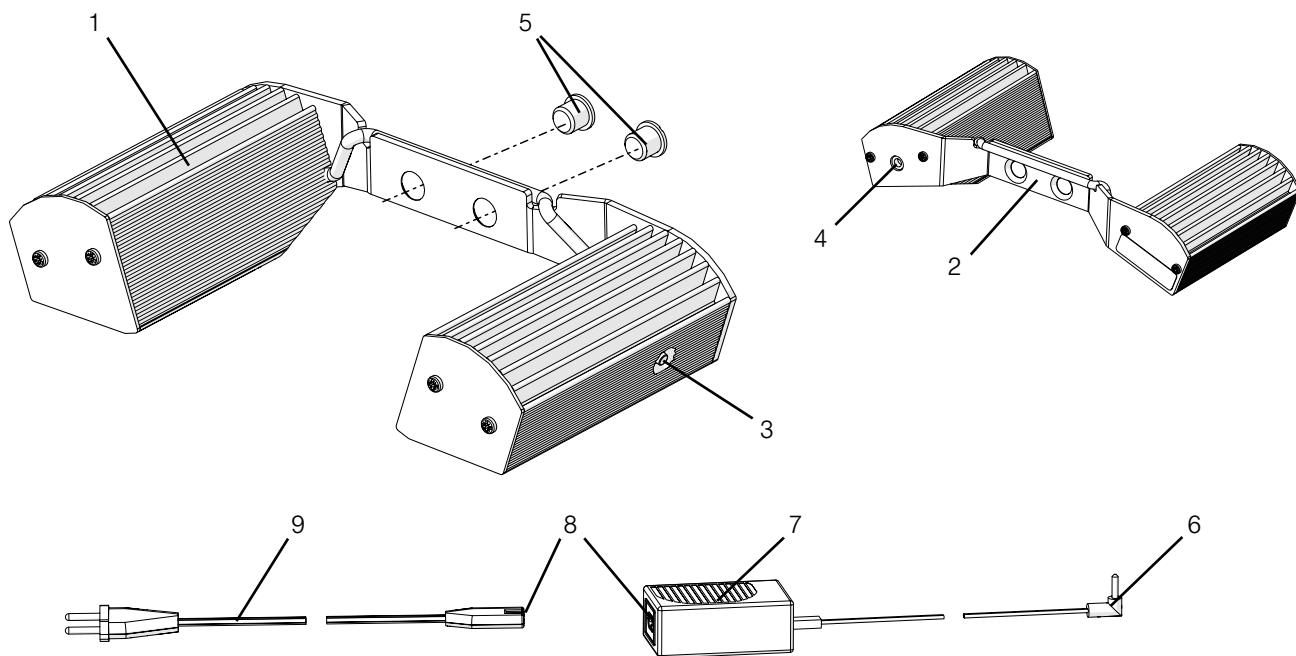

図1
- ⇒電源コード(9、図1)を 電源アダプター(7、図1)の電源入力ソケット(8、図1)に差し込みます。
オン / オフ ボタン(3、図1)でLED ライトのオン、オフ、減光 (ディマー機能) の切替が出来ます。